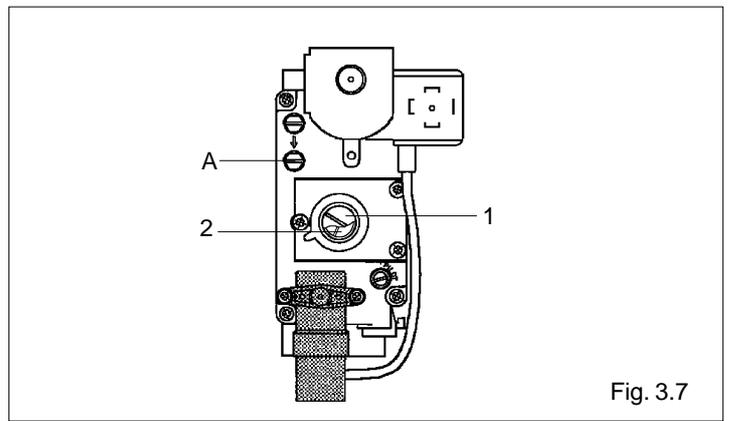

Fig. 3.7
- Desenroscar, hasta el tope el tornillo, el tornillo de la toma de presión (A) y conectar el manómetro (fig. 3.7).
- Quitar el tapón (1) (fig. 3.7).
- Enroscar hasta el tope el tornillo (2) del regulador de presión (fig. 3.7).
- Reemplazar el tapón (1) con el "tapón ciego" proveído a equipo (fig. 3.7).